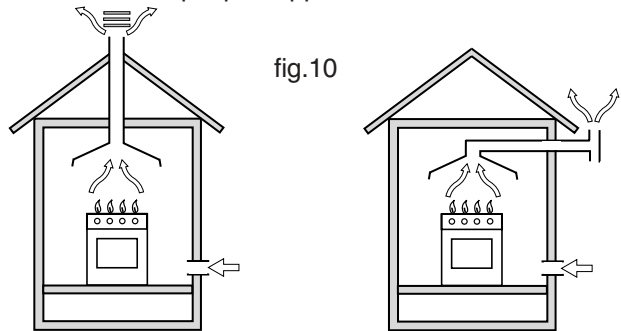

fig.10
- L'appareil doit évacuer les produits de la combustion dans une hotte prévue à cet effet qui doit être raccordée à une cheminée, à un carneau ou directement à l'extérieur (fig.10).